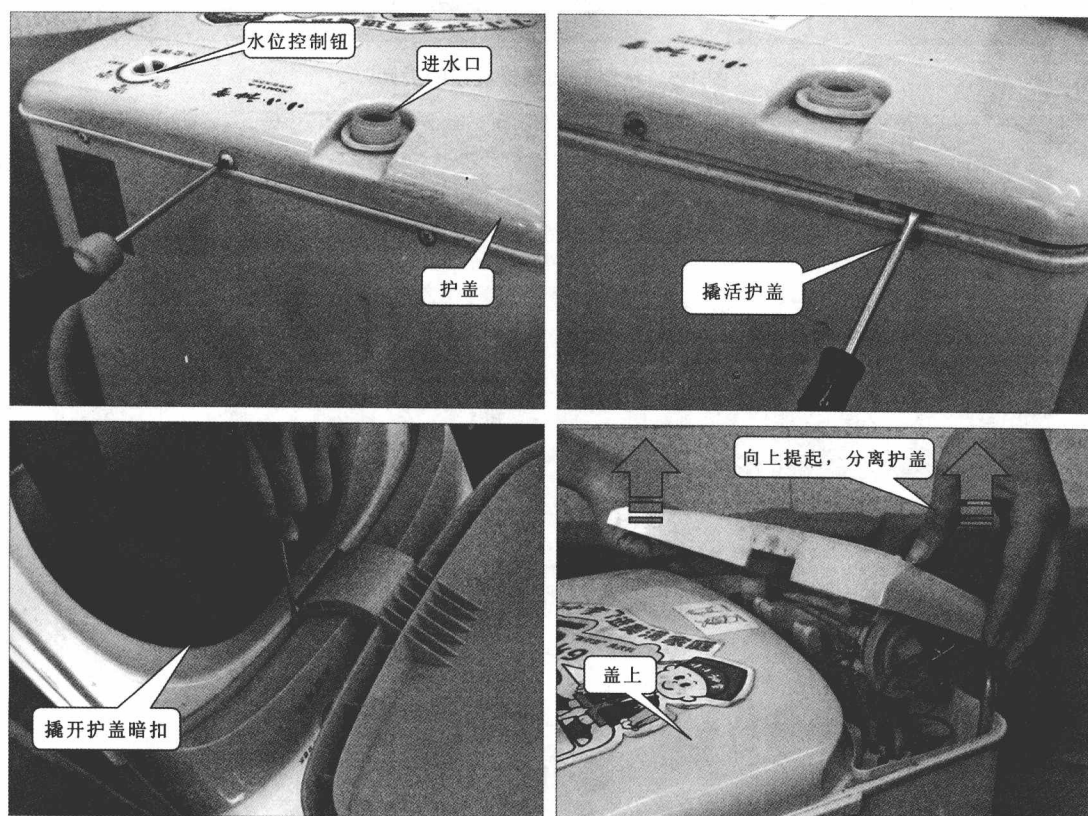

图 1-8 分离护盖
⑥ 分离了洗衣机上盖以后, 就可以对上盖里的进水口和水位控制钮进行拆卸, 如图 1-8 所示, 进水口和水位控制钮被护盖覆盖在了上盖内部, 拆卸时, 需要使用合适的螺丝刀将固定螺钉取下, 然后将护盖后面撬活。护盖与上盖之间还有多个暗扣固定, 需要撬开, 撬开后, 就可以将护盖从上盖中取下来了。取下护盖时一定要将洗衣盖盖上, 以免影响上盖的分离。